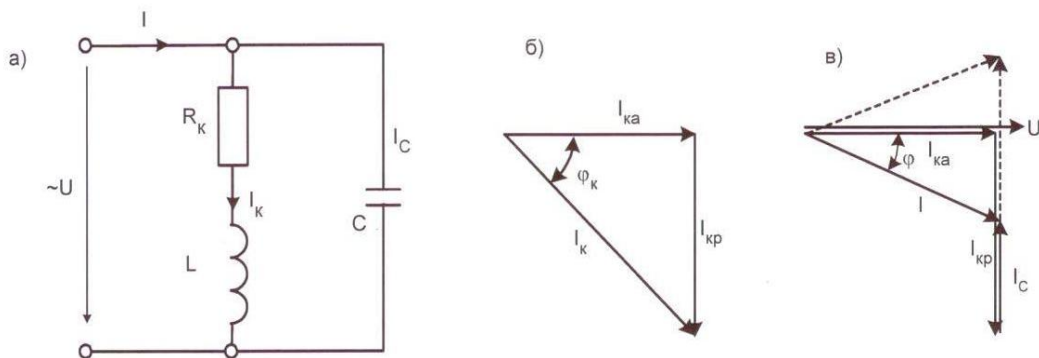

Рис. 9.1. а) Принципиальная схема; б) Треугольник токов катушки индуктивности; в) Треугольник токов цепи с параллельным соединением L и C
5.1. Соберите цепь, принципиальная схема которой показана на рис. 9.1а, а монтажная – на рис. 9.2, включив в каждую ветвь миниблок для подключения амперметра. В первом опыте конденсаторы не включайте.